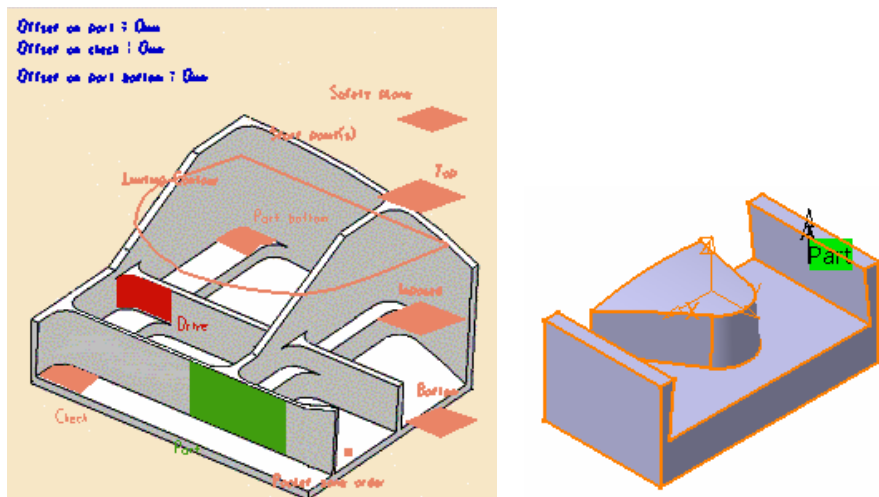

图 5-110 定义加工区域 (7)
- 定义加工区域（7）。单击“Multi-Pockets Flank Contouring.1”对话框中的，切换到几何参数选项卡，单击对话框中的目标零件感应区，选择整个目标加工零件作为加工对象，如图 5-110 所示，在空白处双击鼠标左键返回。